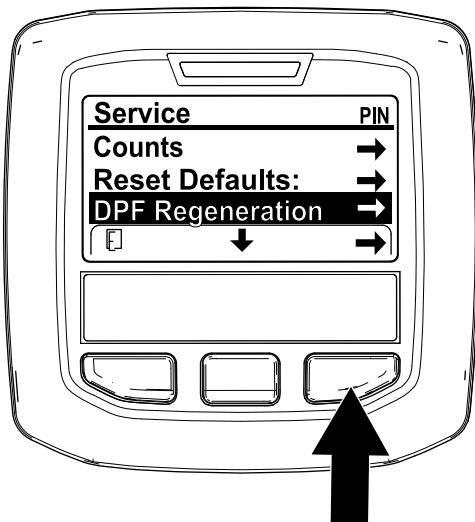

Bild 24
- Navigieren Sie auf das Menü „Service“ und drücken Sie die mittlere Taste, um auf die Option DPF REGENERATION zu navigieren (Bild 24).
- Drücken Sie die rechte Taste, um den Eintrag „DPF Regeneration“ auszuwählen (Bild 24).